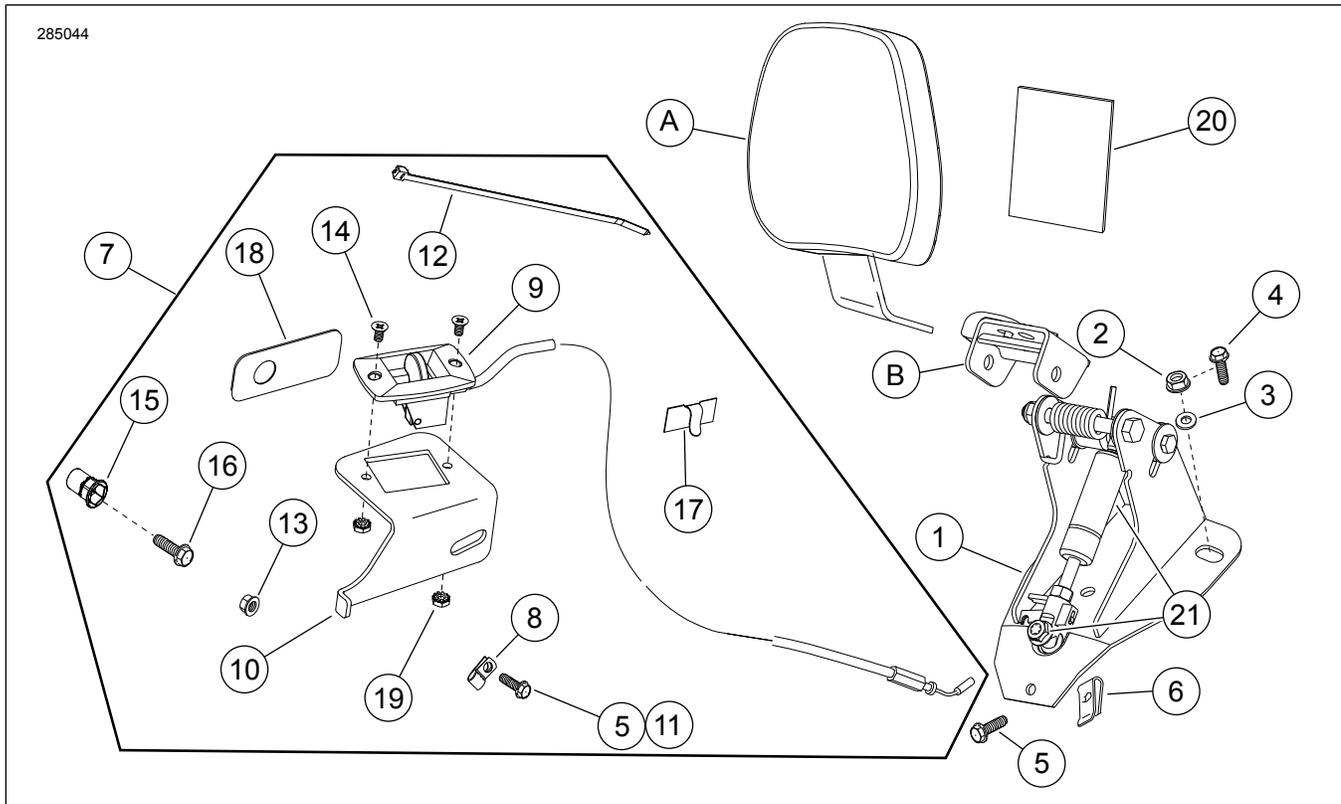

Figure 14. Pièces de rechange : Kit de visserie de montage du dossier réglable du pilote
7. Voir Figure 14 . Prendre le support de la poignée de l'actionneur (10) dans le kit.
8. Voir Figure 14 . Insérer le câble (partie de l'élément 9) à travers l'ouverture du support de poignée de réglage (10) comme indiqué. Installer la poignée de réglage (partie de l'élément 9) dans le support (10) à l'aide des deux vis (5). Serrer les vis fermement, mais ne pas trop serrer.
15. **Modèles californiens avec conduit d'évaporation de l'absorbeur** : voir Figure 14 . Prendre l'attache à envers adhésif (17) dans le kit. Nettoyer à l'alcool isopropylique la partie plate du support de la poignée de réglage, à proximité de l'endroit où l'attache du tuyau en plastique d'origine a été retirée . Fixer l'attache sur le support et faire passer le tuyau d'évaporation à travers l'attache. Replier l'attache de manière à maintenir correctement le tuyau.
17. Voir Figure 3 . Monter la poignée de réglage du dossier (2) sur le support de poignée de réglage (1) comme indiqué, grâce aux vis à tête plate fournies (3) (élément 5, Figure 14). Bien serrer les vis.
- Modèles 1999 et plus récents** : voir Figure 14 . Installer le support de dossier (1) comme indiqué à l'aide des écrous autobloquants (2), des rondelles (3) et des vis (5). **Modèles 1997-1998** : Utiliser les vis hexagonales (4) et les rondelles (3).
- Voir Figure 14 . Prendre le protège-selle (20).